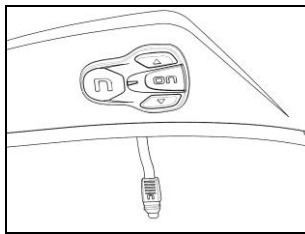

Fig. 5
- Adherir el teclado sobre la calota y apretar bien sobre toda la superficie para que se pegue (Fig. 5).